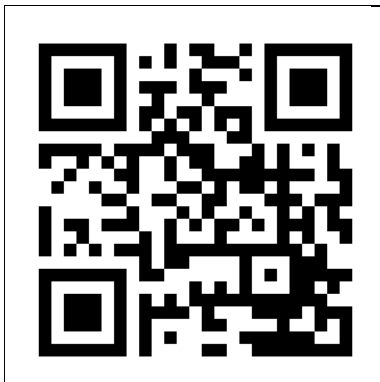

Figura 15
1. Deschideți manualul aplicației Eurom Smart cu codul QR (Figura 15) sau accesați www.eurom.nl/nl/manuals.